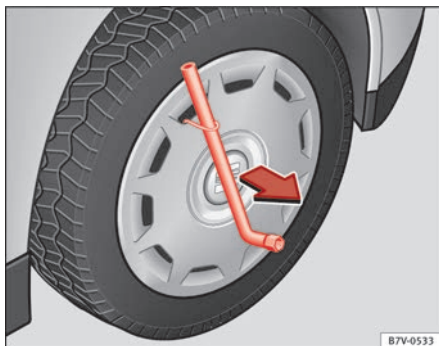

Fig. 179 Desmontar o tampão integral.
- Introduza a chave para as rodas no gancho metálico ⇒ Fig. 179 e puxe o tampão no sentido indicado pela seta.